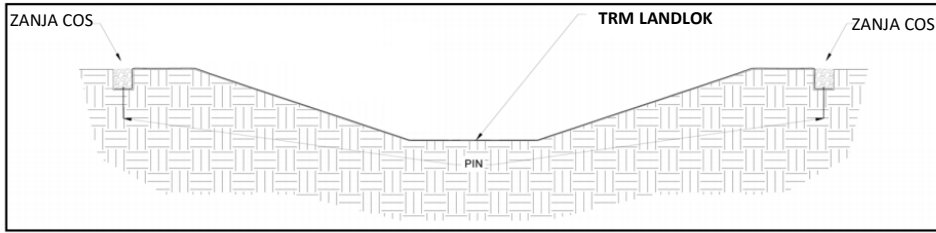

Figura 17: Zanja de cresta de talud (COS) completa
Iniciando con el extremo aguas debajo del sitio, seleccione una de las zanjas COS para iniciar el proceso de tendido del Landlok. Para asegurarse que se tenga un anclaje adecuado en las áreas de traslape el ancho del siguiente rollo deberá tenderse antes de que el rollo actual sea anclado con excepción del rollo final en la zanja TC. Para las secciones rectas de un canal, el largo del LANDLOK deberán tener la longitud suficiente para construir ambas zanjas COS mientras que también cubran la superficie del canal. (Figura 17) Los bordes deberán descansar perpendicularmente en el eje del canal. Para mejores resultados, los paneles de LANDLOK deberán ser continuos y libres de costuras o traslapes de rollos que sean paralelos al eje del canal. El traslape de los bordes de los paneles deberán seguir un patrón al colocar cada panel sobre el borde del panel previo, acomodando los paneles en la dirección del flujo del agua.
8. Asegure el LANDLOK con pines en la zanja opuesta al COS. La colocación sugerida de los pines para la zanja opuesta COS es a lo largo de la zanja a cada 300 mm (Figura 17).
9. Rellene y compacte el lado opuesto de la zanja COS en la ubicación del primer panel de LANDLOK únicamente (Figura 17).